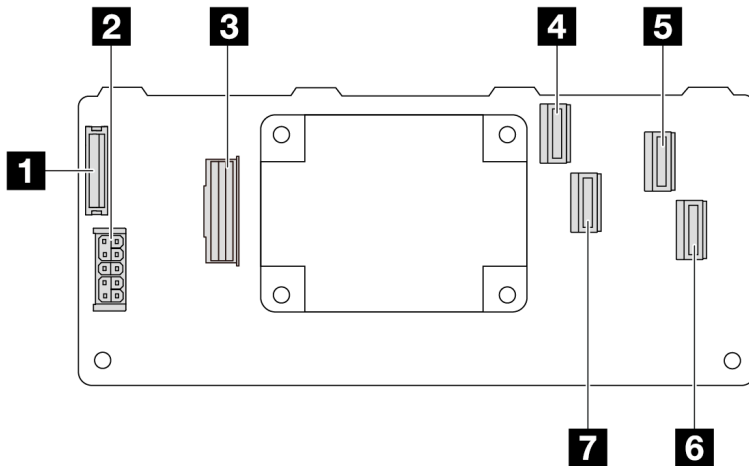

Figure 299. Un adaptateur CFF RAID Gen 3 16i (connecteurs à quatre ports)
- Figure 299 « Un adaptateur CFF RAID Gen 3 16i (connecteurs à quatre ports) » à la page 310